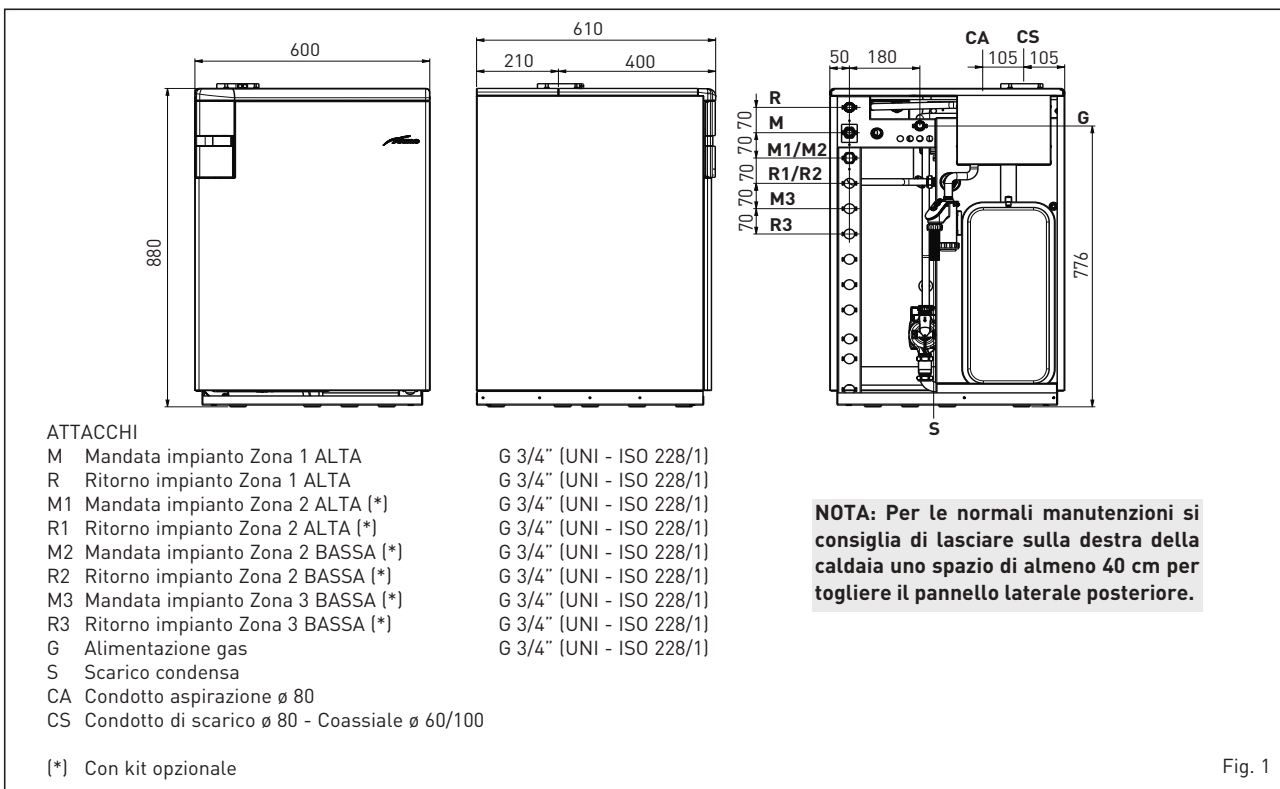

Fig. 1
1.2.1 Mistral HE 32 ErP (fig. 1)
1.2.2 Mistral HE 32/50 ErP (fig. 1/a)